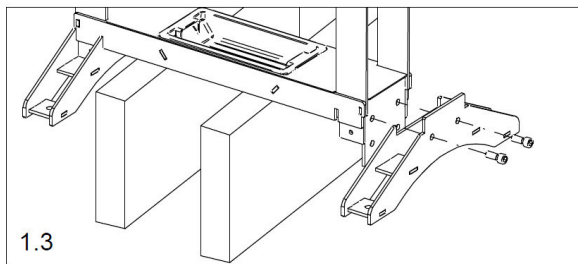

Abb. 13: Montieren der Querfüße
Schritt 3: Auf beiden Seiten des Gestells den Querfuß und die zwei Querstreben mit den Schrauben, Scheiben, Federringe und Muttern am Gestell anschrauben (siehe Abb. 13 und 14).